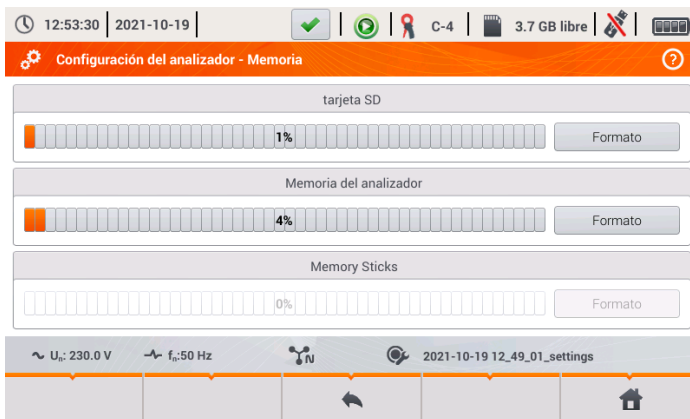

Fig. 16. Ajustes del analizador - memoria.
- **MEMORIA** – muestra información acerca de espacio libre en la tarjeta SD, la memoria interna del analizador y el conectado dispositivo de almacenamiento USB (pendrive) (Fig. 16). Cada una de estas tres memorias se puede formatear haciendo clic en el botón **FORMATO** (si el analizador no registra los datos). El soporte de almacenamiento se forma-